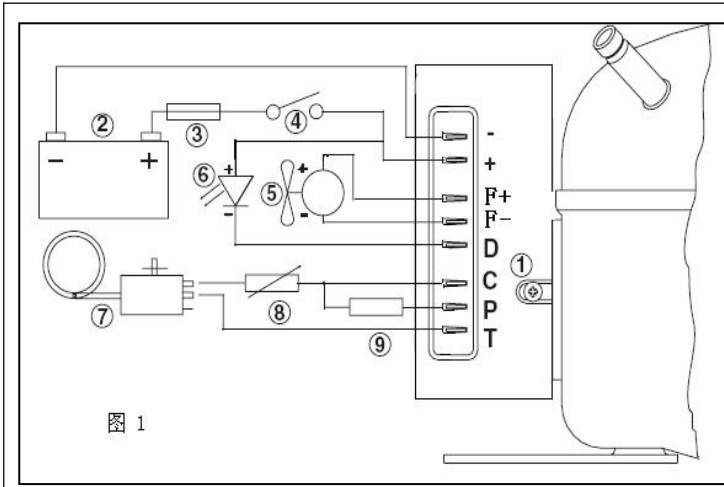

图 1
- 安装方式：如图 1 所示。将控制器三相输出插件紧插在压缩机的接线端上，控制器套入压缩机的装卡片后拧紧螺钉（1）。
- 电源连接：如图 1 所示。a、控制器的电源输入线直接连接至电池的正负极（2），控制器的（-）极连至电池的负极；控制器的（+）极连至电池的正极，否则控制器将不能正常工作，控制器具有电源反接保护。b、为了保护装置，必须在正电源线中接入一个保险丝（3），并尽可能的靠近电池的正输出极；推荐 12V 系统采用 15A；24V 系统采用 7.5A。c、如果加入主开关（4），则开关的最小通断电流值大于 20A。d、电源线的选择（线径及长度）可参照表 2，否则会因电源线上的电压降影响到控制器的电池保护点的设置值。
- 电池的保护：如图 1 所示。a、控制器通过检测输入极（+）和（-）之间的电压值来确定停止压缩机及重新启动压缩机，用于保护不同的供电电池。
5、 温度开关：如图 1 所示。a、温度开关（7）连接在控制器的 C、T 端，如果中间不连接任何电阻，则当温度开关闭合时压缩机的运行速度为 2000rpm。b、其他压缩机的设定转速可通过电阻（8）来调节电流（mA）获得，具体电阻数值参照表 4。
6、 外接风扇：如图 1 所示。a、控制器的端子（F+）和（F-）之间可接入一个 12V 的直流风扇（5），风扇的正极连接控制器的（F+）端，负极连接控制器的（F-）端。当控制器的输入电压超出 12V 时，端子（F+）和（F-）之间输出的值总是保持 12V。**不管输入电压系统是 12V 还是 24V，风扇必须是 12V 的直流风扇。** b、**控制器可持续输出 0.5A 的风扇驱动能力。**
7、 外接 LED 显示：如图 1 所示。a、控制器的端子（+）和（D）之间可接入一个 10mA 的 LED（6）用于显示故障，LED 的阳极连接控制器的（+）端，阴极连接控制器的（D）端。b、当发生故障时，LED 每 3 秒为循环，在每个循环中连续闪烁，根据不同的故障闪烁不同的次数，每次闪烁为 0.4 秒，持续闪烁 3.2 分钟。具体代码和闪烁次数如表 5。